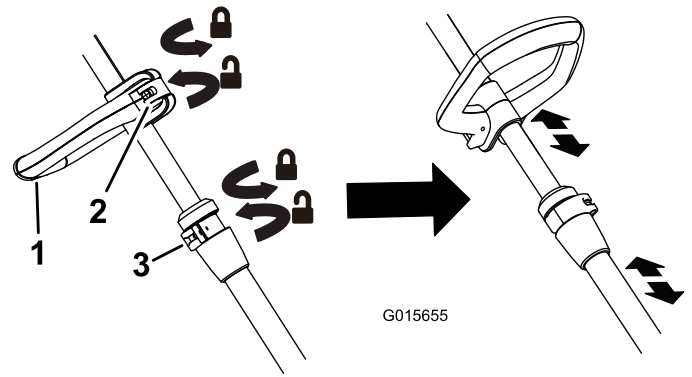

Figura 5
- Para ajustar la altura de la empuñadura, abra la palanca del pestillo, deslice la empuñadura hacia arriba o hacia abajo hasta la altura deseada y cierre la palanca del pestillo (Figura 5).
- Para ajustar la altura de la desbrozadora, abra la palanca de ajuste y deslice el mástil hacia arriba o hacia abajo a la altura deseada, luego cierre la palanca (Figura 5).